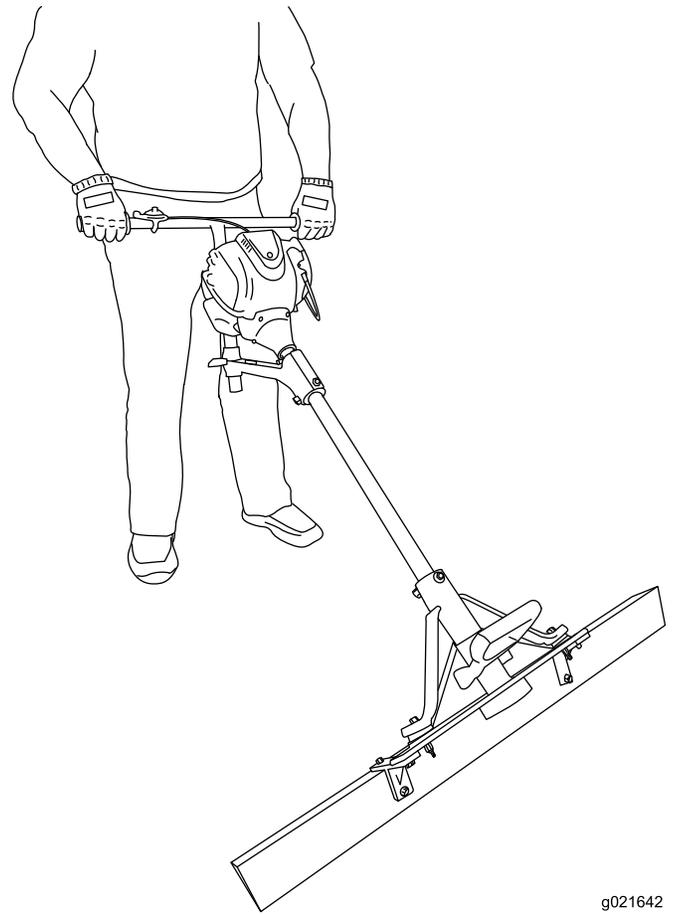

Figura 13
- Utilice la posición de operación (Figura 13) cuando utilice la máquina para alisar hormigón.